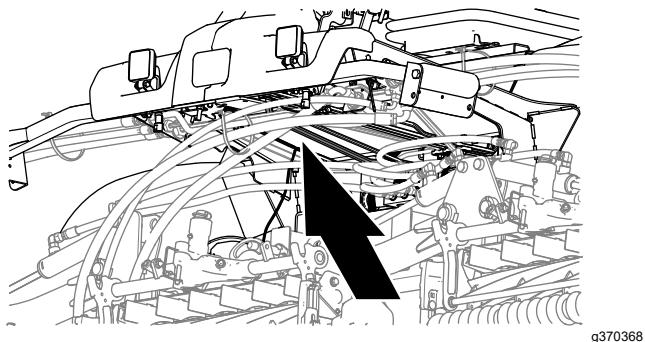
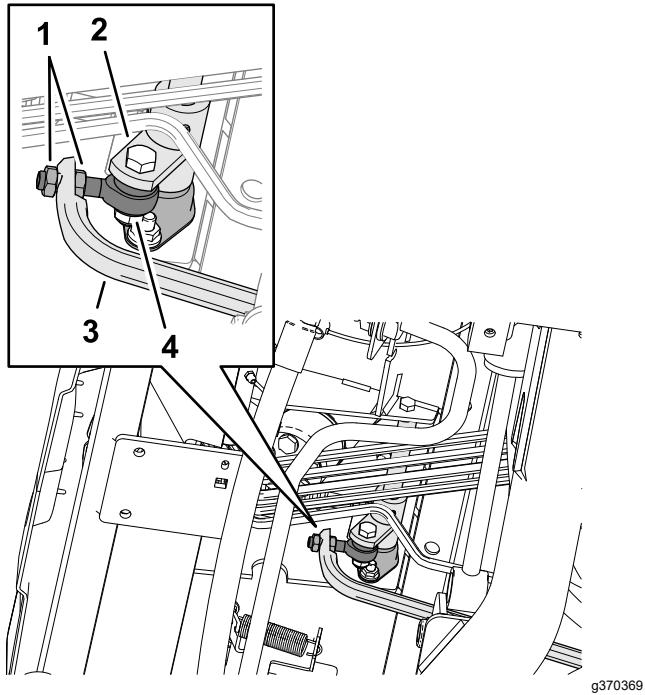

Figura 104
Figura 105
- Ajuste las contratueras de la rótula para desplazar la varilla de tracción hacia adelante, con objeto de eliminar el movimiento de la máquina hacia adelante, o hacia atrás para eliminar el movimiento hacia atrás (Figura 104 y Figura 105).